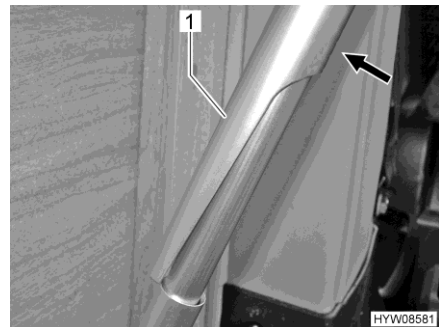

Bild 48 Stödfot (upplåst)
- Tryck överdelen av bordsbenen (Bild 48,1) mot ytterväggen (Bild 48).